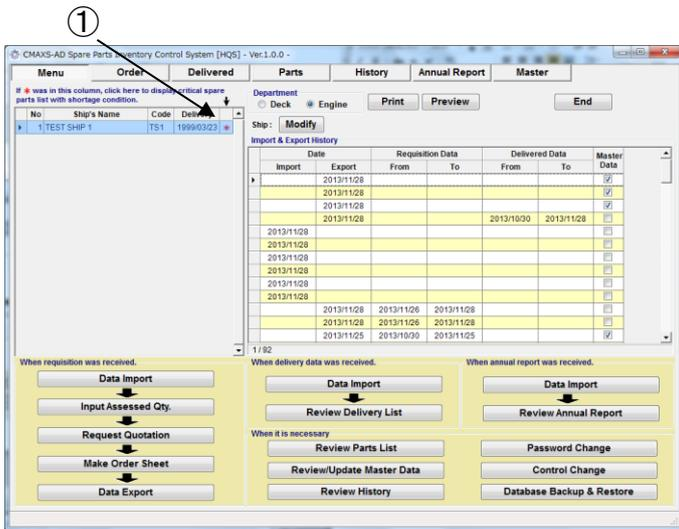

図 5-1 Menu 画面
- (1) "Menu 画面"(Fig.5-1)で、本船リストの [*] マークを選択します。